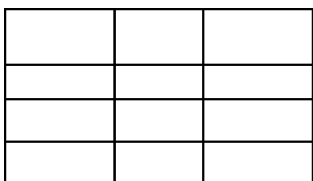

图 15-22 偏移直线
(2) 单击“默认”选项卡“修改”面板中的“偏移”按钮, 将直线 2 分别向右偏移 16 和 29, 得到两条竖直线; 重复“偏移”命令, 将直线 4 分别向上偏移 5、10 和 14 得到 3 条水平直线, 如图 15-22 所示。